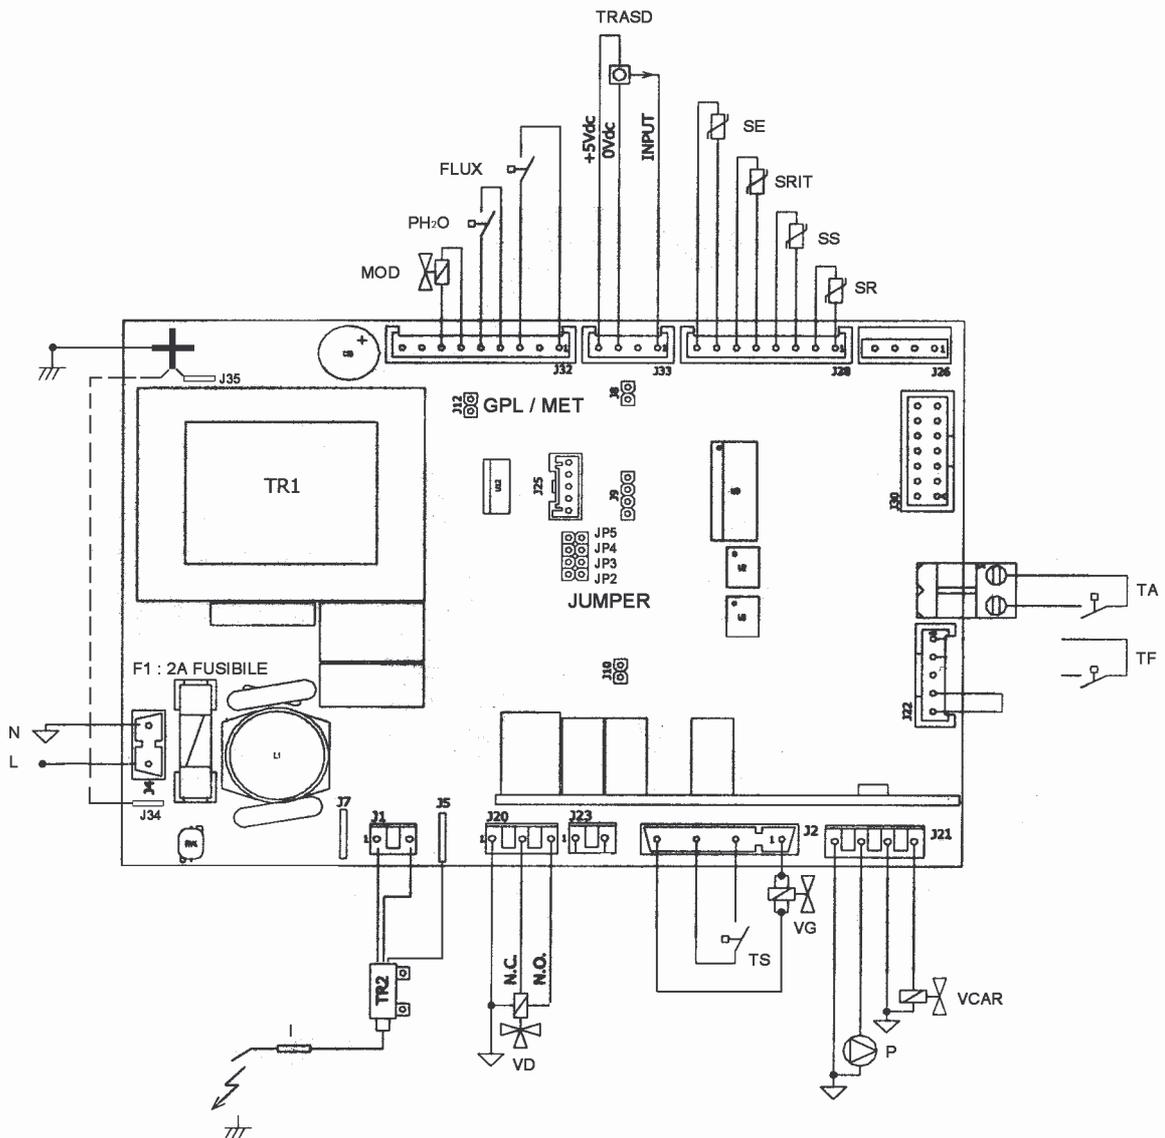

Figura 2-15
- i collegamenti elettrici sono illustrati nella Figura 2-15, Figura 2-16;